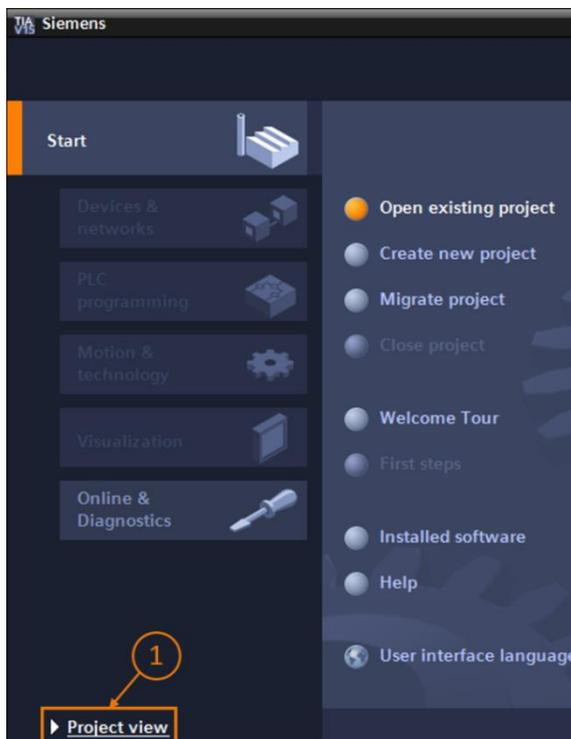

figura 6: Abrir a visualização do projeto
- O TIA Portal deve então abrir e conduzir você para a tela inicial. Caso não esteja predefinido, abra "**Project view**" (Visualização do Projeto) do TIA Portal, conforme mostrado na figura 6, etapa 1. (→ visualização do projeto)